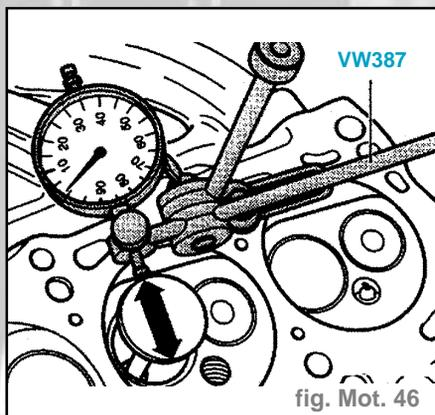

fig. Mot. 46
- Contrôler le basculement de la soupape à l'aide du support **VW387** et d'un comparateur (fig. mot. 46).